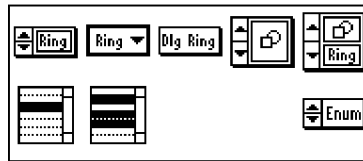

Рисунок 3.14. Палитра «List & Ring»
**3.4.4. Меню и диалоги.** В палитре «List & Ring» («Список и свиток») доступны средства управления, предназначенные для организации диалогового взаимодействия с пользователем (см. рисунок 3.14). Все они представляют собой варианты меню, элементами которых могут служить как текстовые строки, так и изображения.